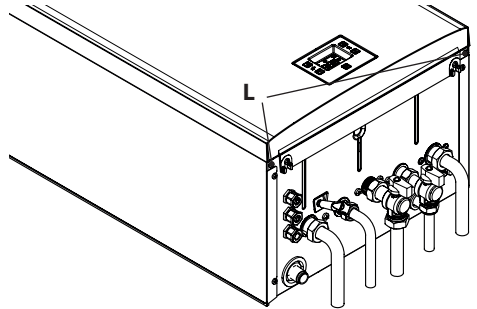
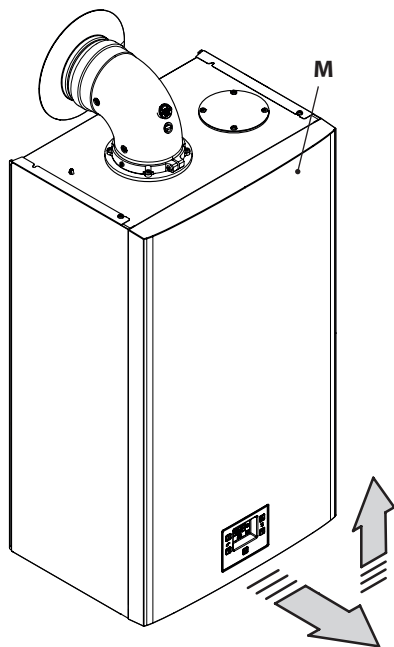

Figura 5.17
Figura 5.18
- Desenrosque los tornillos **L** (Figura 5.17) y desmonte el panel frontal **M** tirando de él hacia usted y luego levantándolo para liberarlo de los alojamientos superiores Figura 5.18.